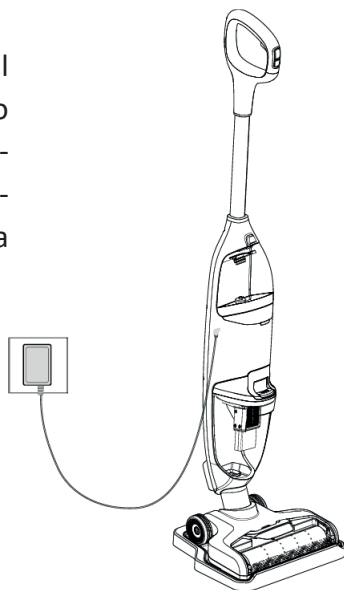

Fig. 20
- Conecte el conector del adaptador al enchufe de entrada del aparato y luego enchufe el adaptador a una toma de corriente. Durante la carga, coloque el aparato verticalmente, en una esquina, para evitar tropiezos (Fig. 20).